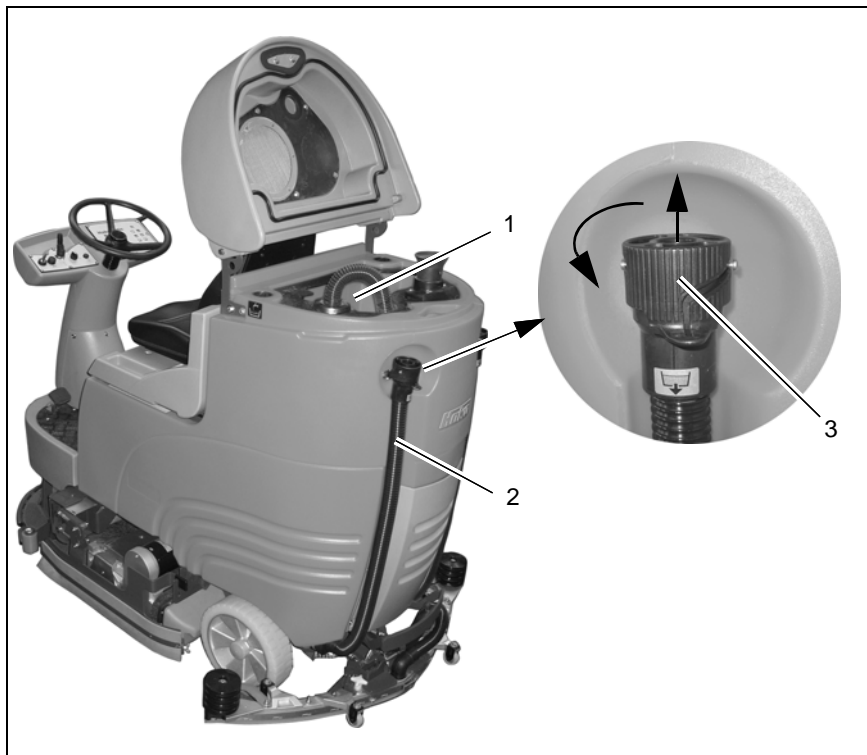

fig. 10
Vider le réservoir d'eau sale (fig. 10/1) quotidiennement, en cas de besoin ou lorsqu'un signal acoustique se fait entendre avec affichage sur le pupitre.
2. Placer la machine de sorte que le flexible d'évacuation (fig. 10/2) parvienne jusqu'à l'endroit d'écoulement dans le sol.
4. Retirer le flexible d'évacuation de sa fixation et ouvrir le bouchon (fig. 10/3) en tournant en sens antihoraire de 90°. Vider entièrement le réservoir d'eau sale.